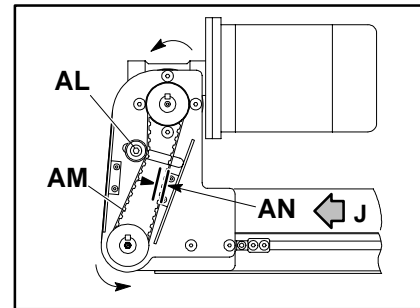
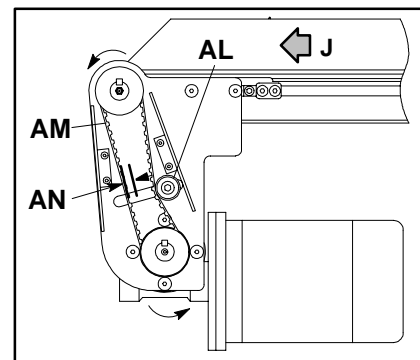

Figure 17: Ensemble d'entraînement sur le dessus
Figure 19: Ensemble d'entraînement sur le dessous
NOTE: Les informations suivantes s'appliquent à la fois aux ensembles à entraînements sur le dessus (figures 17 & 18) et sur le dessous (figures 19 & 20). La position de le montage du pignon de tension (AL) par rapport à la courroie crantée (AM) est dictée par le sens du mouvement de la bande du convoyeur (J).